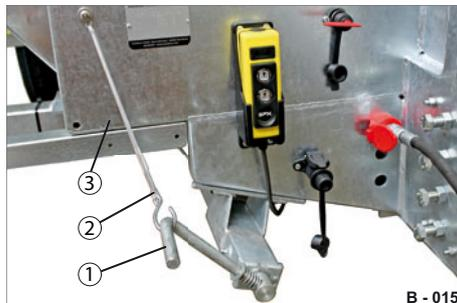

Abb. 20 Spindel-Feststellbremse
- ▶ Lösen Sie den Haken (Abb. 20/2) von der Kurbel (Abb. 20/1).